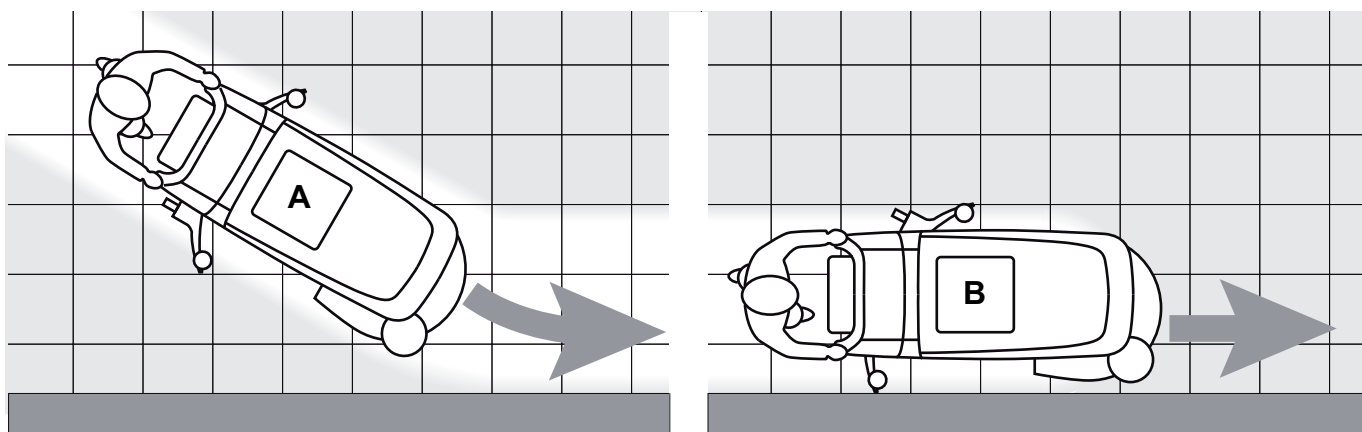
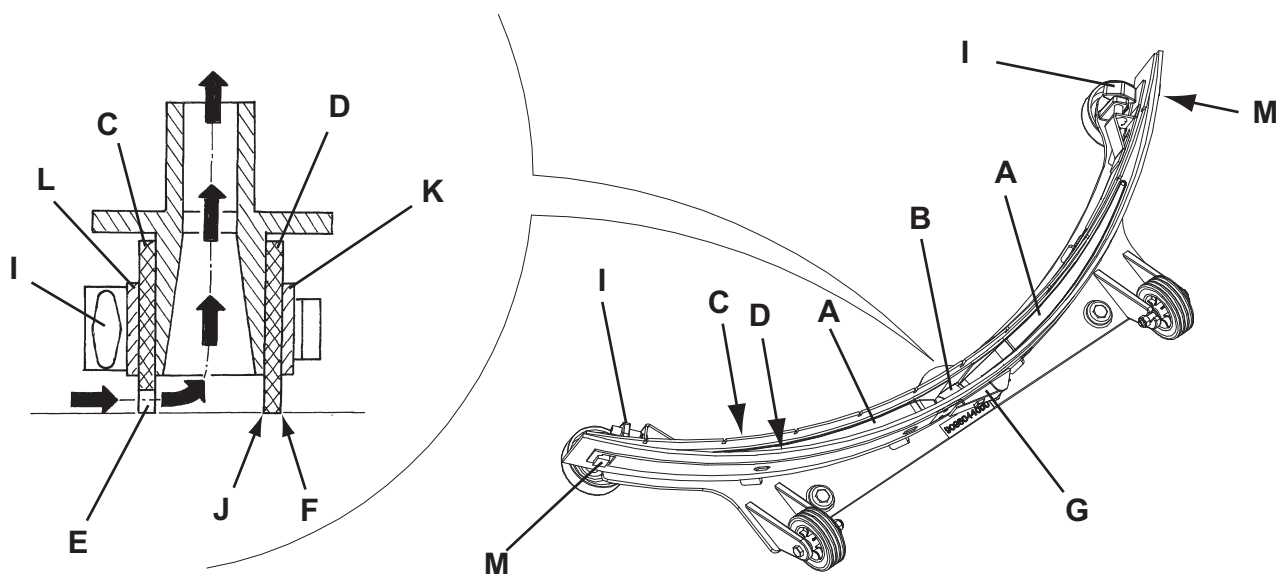

Рис. 2
Рис. 3
Для правильного подметания/сушки полов вдоль стен Nilfisk рекомендует проходить рядом со стенами правой стороной машины, как показано на Рис. 2.
2. Отсоедините шнур питания (3) от электросети и намотайте его на держатель (4).
3. Опустите швабру (21) с помощью рычага (7).
4. Ослабьте маховики (22) и снимите швабру (21).
5. Отсоедините вакуумный шланг (11) от швабры.
6. Очистьте стальную (Рис. 2) или алюминиевую (Рис. 3) швабру. Очистьте отсеки (А, Рис. 2 или 3) и особенно отверстие (В). Проверьте передний скребок (С) и задний скребок (D) на предмет их целостности, отсутствия порезов и разрывов; в случае необходимости замените их (см. порядок действий в следующем разделе).
1. Очистите швабру (рис. 3) как описано в предыдущем абзаце.
2. Проверьте, что кромка (Е, Рис. 3) переднего скребка (С) и кромка (F) заднего скребка (D) установлены на одном и том же уровне по всей длине; иначе отрегулируйте их высоту следующим образом:
- Освободите соединительную тягу (G) и освободите фиксаторы (M) для регулировки заднего скребка (D); затем зацепите фиксаторы и зацепите соединительную тягу.
- Ослабьте маховики (I) и отрегулируйте передний скребок (C); затем затяните маховики.
3. Проверьте передний (C) и задний скребки (D) на целостность, наличие порезов и разрывов; если необходимо замените их, как показано ниже. Проверьте, не изношен ли передний угол (J) заднего скребка; в случае необходимости переверните скребок, чтобы поменять местами изношенный угол с целым. Если и другие углы изношены, замените скребок в следующем порядке:
- Освободите соединительную тягу (G), отцепите фиксатор (M) и снимите фиксирующую полосу (K), затем замените/переверните задний скребок (D). Установите скребок, действуя в обратной последовательности.
- Отвинтите маховики (I) и снимите стопорную планку (L), затем замените передний скребок (C). Установите скребок, действуя в обратной последовательности.
4. Присоедините вакуумный шланг (11) от швабры.
5. Установите швабру (21) и закрутите маховики (22).
6. В случае необходимости отрегулируйте маховик регулировки равновесия (23) швабры.